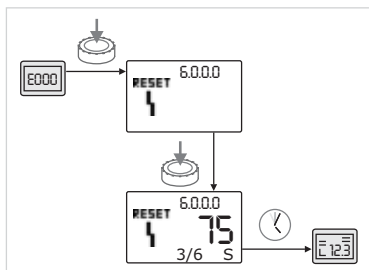

Рис. 50: Квитирование ошибки типа В (X < Y)
- Если текущая частота возникновения ошибки меньше, чем максимальная частота возникновения ошибки (рис. 50):